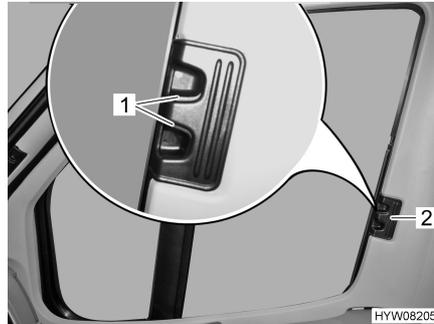

Bild 9 Verriegelung Faltdunklungen Fahrer-/Beifahrerfenster
- Die Faltdunklung am Griff (Bild 9,2) bis zum Anschlag einschieben.
- Die Entriegelungsgriffe (Bild 9,1) einrasten lassen.